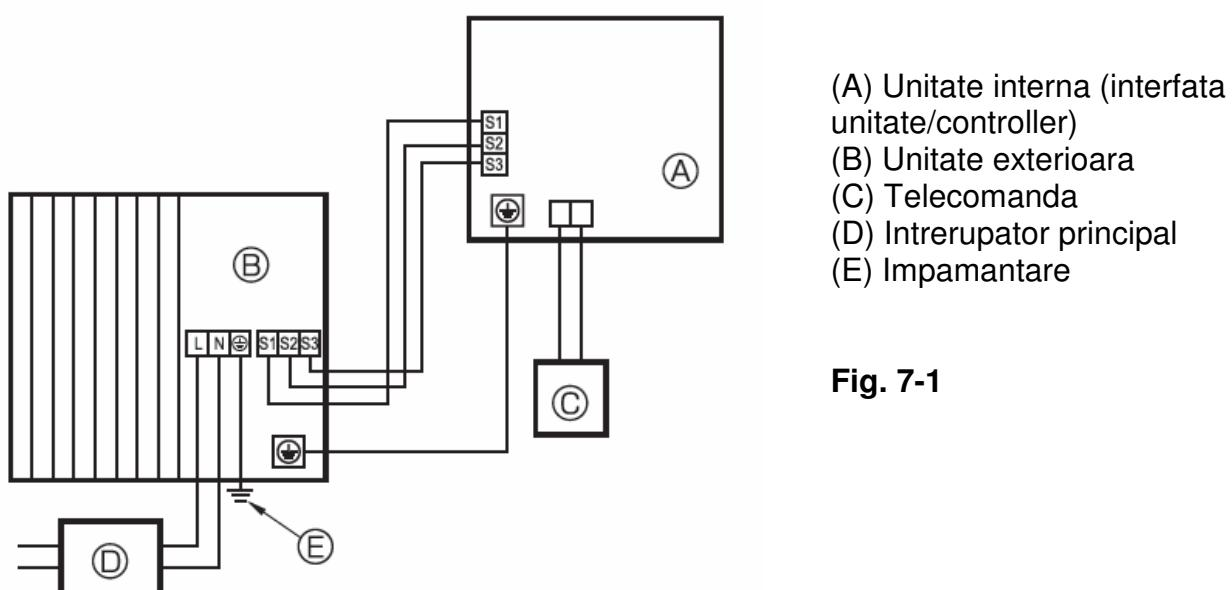
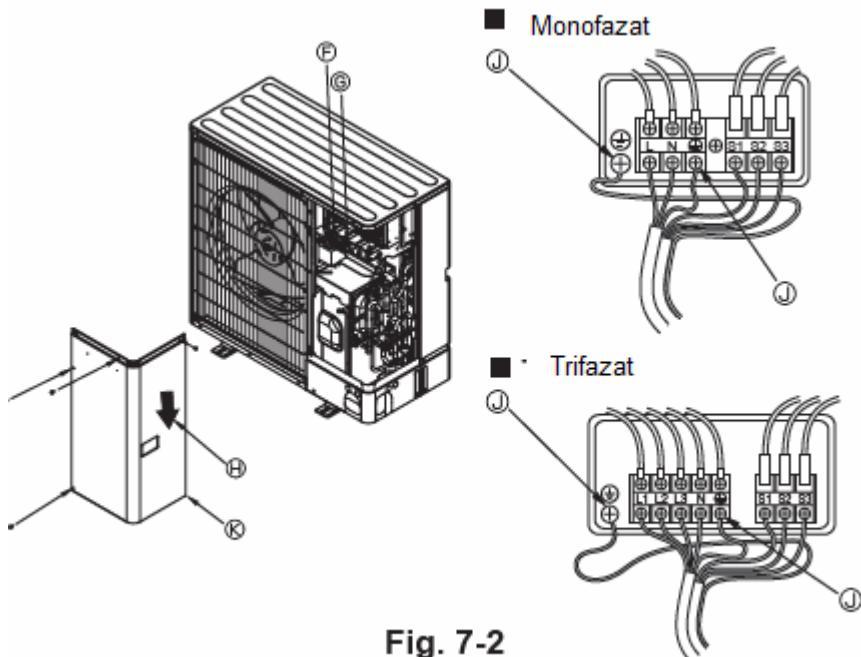

Fig. 7-1
Fig. 7-2
7.1. Unitate exterioara (Fig. 7-1, Fig. 7-2)